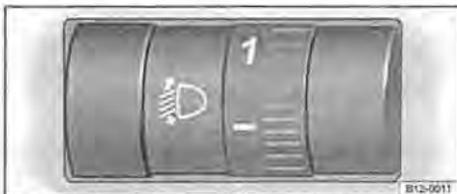

Fig. 64 La rotella del correttore assetto fari, accanto al volante
– Ruotare la manopola fig. 64 mettendola nella posizione appropriata (esempio di livello di carico1) del veicolo).